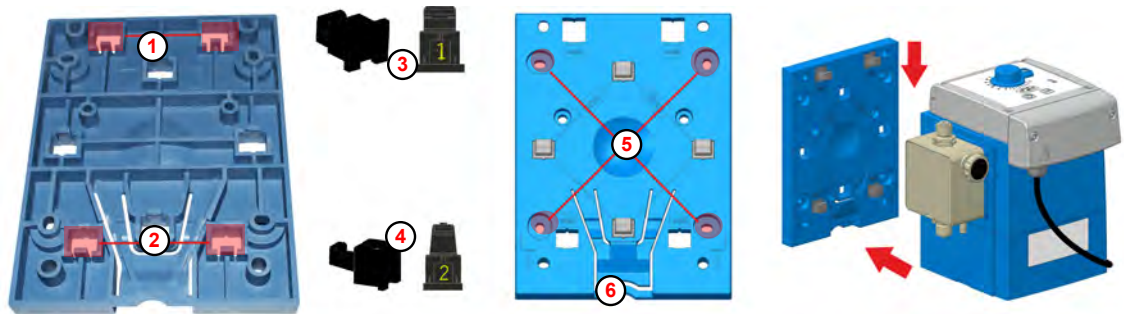

Bild 15: Förberedelser för väggmontering
På monteringsplattans undersida är öppningarna för väggmonteringen (Bild 15 , ① resp. ②) märkta med siffran 2.